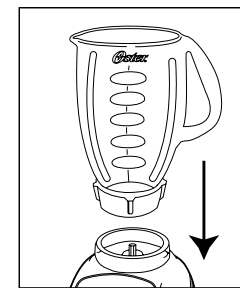

FIGURA 5
5. Coloque el vaso ensamblado sobre la base. (Figura 5) Alinee las salientes de la jarra con las salientes en la base de la licuadora. Asegúrese de que la saliente de la jarra al lado izquierdo se encuentra en la parte